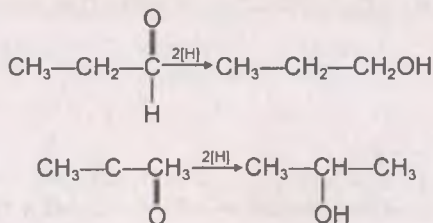

Рис. 134
- 3) восстановление карбонильных соединений (альдегиды образуют первичные спирты, а кетоны — вторичные) (рис. 134).